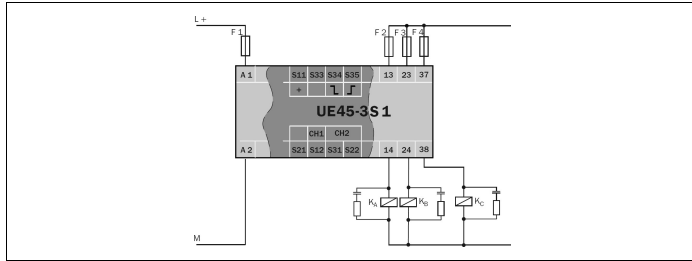

Abb. 1: Basisbeschaltung UE45-3S1
- Um das Verschweißen der Kontakte der eingebauten Relais zu verhindern, ist eine Übersstromschutzeinrichtung mit max. 6 A Kurzschlusschutz (Betriebsklasse gG) in die Freigabestrompfade einzubinden (siehe Abb. 1, Sicherung F2/F3/F4).